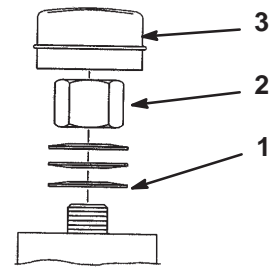

Figura 49
**Importante** Asegúrese de que las arandelas de muelle están correctamente instaladas, según muestra la figura 49.